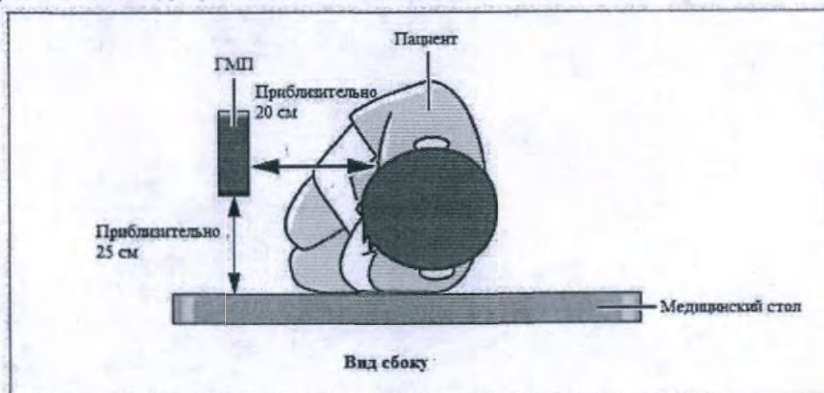

Рисунок 26
- При установке ГМП соблюдайте указанное ниже расстояние между пациентом и медицинским столом (см. рисунок 26).